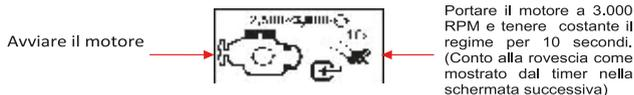

Fig.39
3. Dopo aver effettuato la selezione , il display mostrerà la seguente schermata (Fig.39) utilizzando il tasto ►.